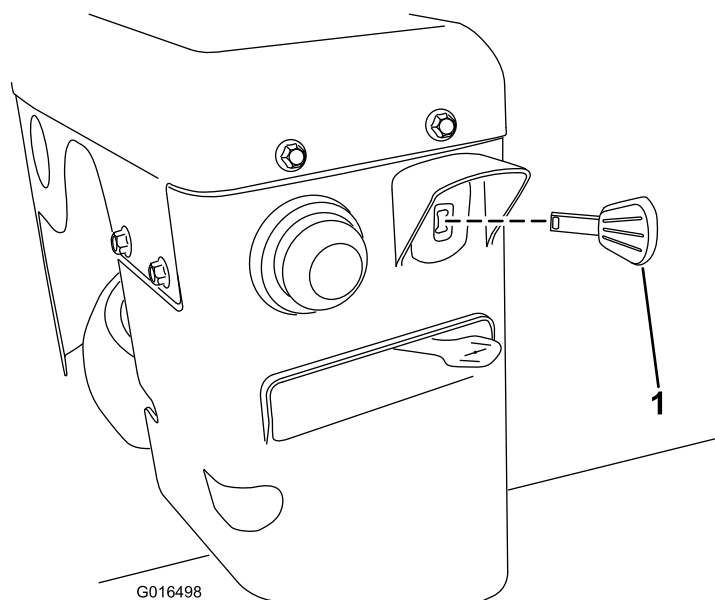

Рисунок 22
3. Вставьте ключ зажигания до упора в (Рисунок 22).